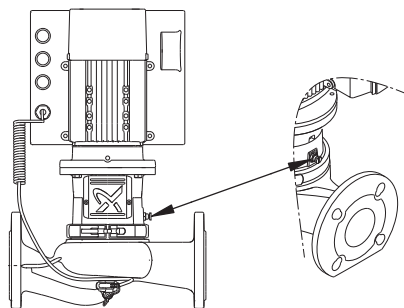

Рис. 28 Положение воздухоотводного винта
1. Перекройте запорный клапан со стороны выпуска насоса и отвинтите воздухоотводный винт в фанаре. См. рис. 28.
- Открутите воздухоотводный винт. См. рис. 28.
3. При включении насоса выпускайте из него воздух, ослабляя воздухоотводный винт насоса, пока из выпускного отверстия не начнёт поступать стабильным потоком рабочая жидкость. См. рис. 28.